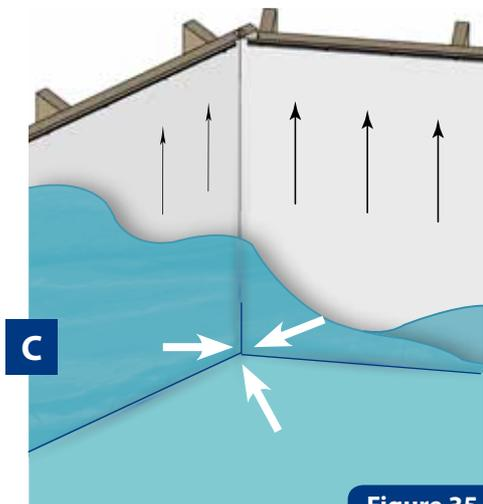

Figure 35
**C** Alignez correctement les angles inférieurs du liner (angles des soudures du fond) dans les angles du bassin (figure 35).